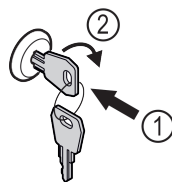

Fig. 55
- Włożyć kluczyk Fig. 55 (1).
- Przekręcić kluczyk o 90° w prawo Fig. 55 (2).